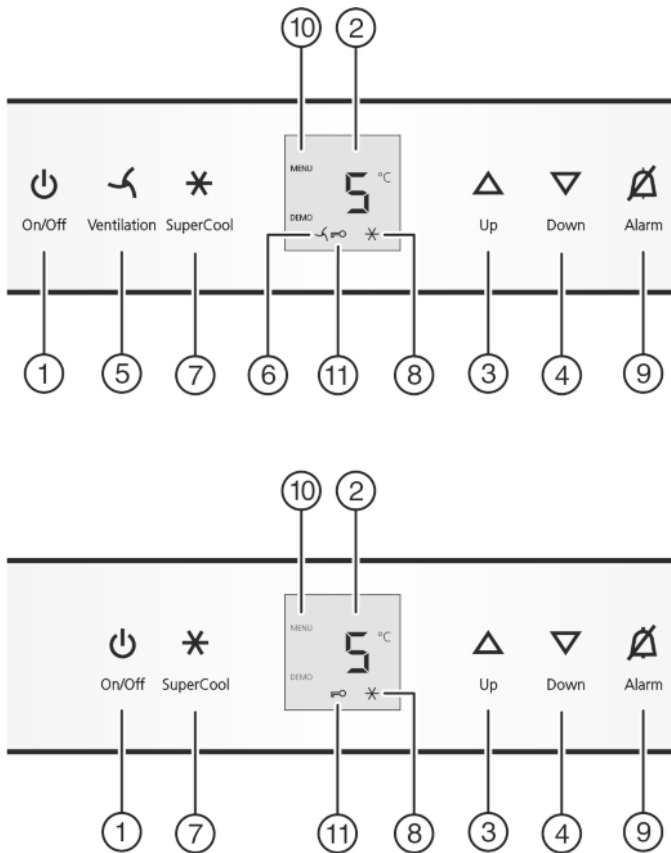

Fig. 2
- ▶ нажмите кнопку On/Off Fig. 2 (1).
- ▶ Активация режима настройки: удерживайте кнопку SuperCool Fig. 2 (7) прибл. 5 секунд.
- ▷ Символ меню Fig. 2 (10) горит.
- ▶ Коротко нажимайте кнопку SuperCool Fig. 2 (7) для подтверждения.
- ▶ Для включения защиты от детей коротко нажмите клавишу SuperCool Fig. 2 (7).
- ▷ Символ "Защита от детей" Fig. 2 (11) горит. На индикации мигает **с**.
- ▶ Для выключения защиты от детей коротко нажмите клавишу SuperCool Fig. 2 (7).
- ▷ Символ защиты от детей Fig. 2 (11) гаснет. На индикации мигает **с**.
- ▶ Выход из режима настройки: нажмите кнопку On/Off Fig. 2 (1).
- ▶ Нажмите кнопку Alarm Fig. 2 (9).
- ▶ Установка более высокой температуры: нажмите кнопку настройки Up Fig. 2 (3).
- ▶ Установка более низкой температуры: нажмите кнопку настройки Down Fig. 2 (4).
- ▶ Коротко нажмите кнопку SuperCool Fig. 2 (7).
- ▷ На индикации горит символ SuperCool Fig. 2 (8).
- ▷ Символ SuperCool Fig. 2 (8) на индикации гаснет.
- ▶ Коротко нажмите кнопку "Вентиляция" Fig. 2 (5).
- ▷ Символ Вентиляция Fig. 2 (6) горит.
- ▷ Символ Вентиляция Fig. 2 (6) не горит.